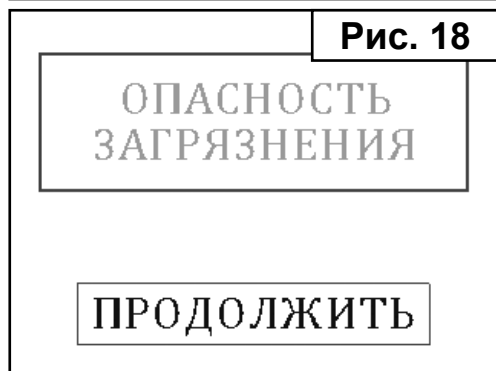

Рис. 18
6. Возможно появление предупреждения об опасности загрязнения детектора (Рис. 18).